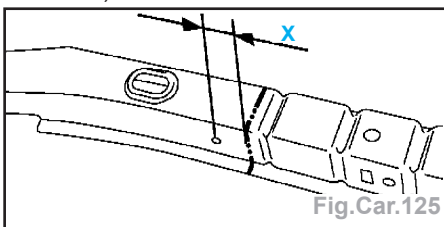

Fig.Car.125
- Tracer, puis découper à l'aide d'une meule épaisseur 1 mm (Coupe définitive) (Fig. Car.125).